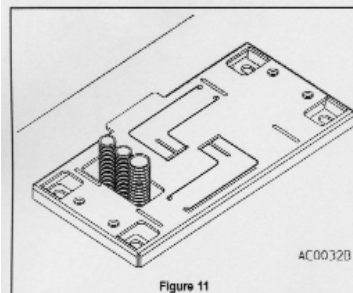

Figure 11
- Au bout de 2/3 jours, lorsque le béton s'est solidifié, poursuivre l'installation en coupant les tubes des câbles électriques 15-20 mm au-dessus de la plaque d'ancrage (fig. 11).